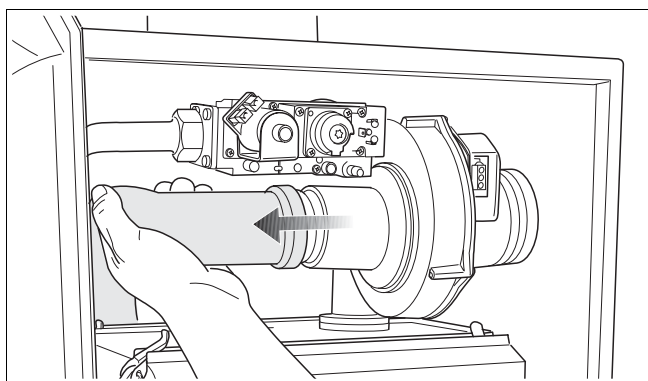

Fig. 113 Scoateți țeava de aspirare a aerului de la suflantă
- Scoateți țeava de aspirare a aerului de la suflantă (Fig. 113).